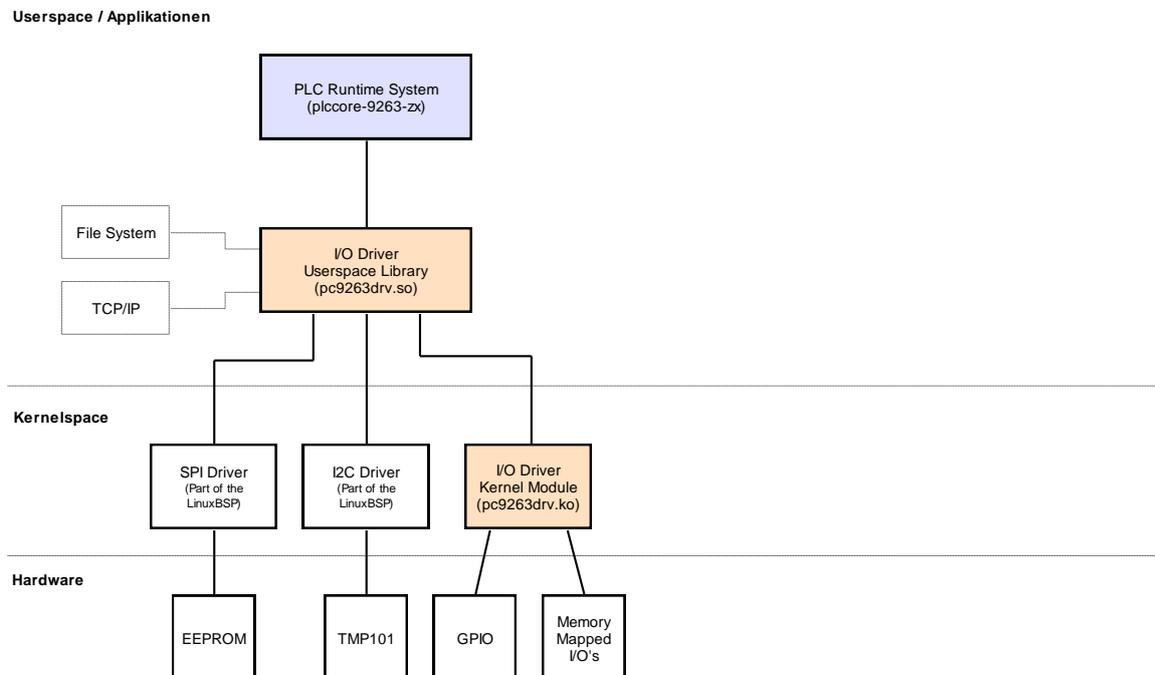

Bild 26: Übersicht zum Driver Development Kit für das PLCcore-9263
Bild 26 vermittelt einen Überblick über die DDK-Struktur und die enthaltenen Komponenten. Das DDK beinhaltet unter anderem die Quellen des Linux Kernel-Treibers (*pc9263drv.ko*) und der Linux User-Bibliothek (*pc9263drv.so*).
1. Sourcecode für Linux Kernel-Treiber (*pc9263drv.ko*, siehe Bild 26), beinhaltet alle notwendigen Files um Kernel-Treiber neu zu erstellen (C- und H-Files, Makefile usw.)
2. Sourcecode für Linux User-Bibliothek (*pc9263drv.so*, siehe Bild 26), beinhaltet alle notwendigen Files um User-Bibliothek (incl. der Implementierung des Shared Process Image) neu zu erstellen (C- und H-Files, Makefile usw.)